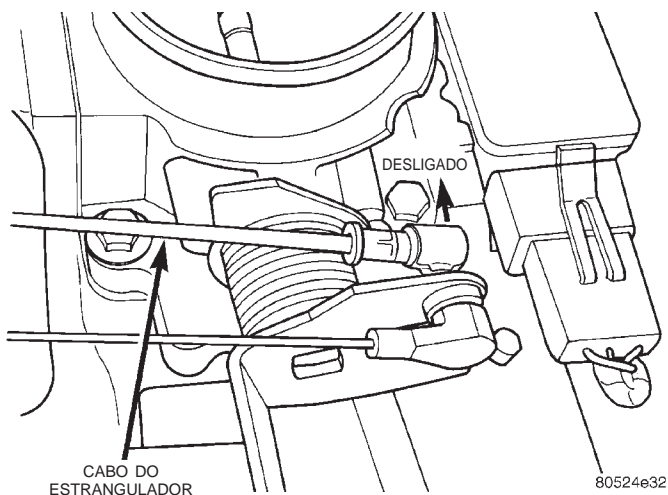

Fig. 41 Cabo (Acelerador) do Estrangulador na Carcaça do Estrangulador—Típico
(5) Retire o soquete de extremidade esférica do cabo do estrangulador na articulação da carcaça do estrangulador (se desprenda) (Fig. 41).